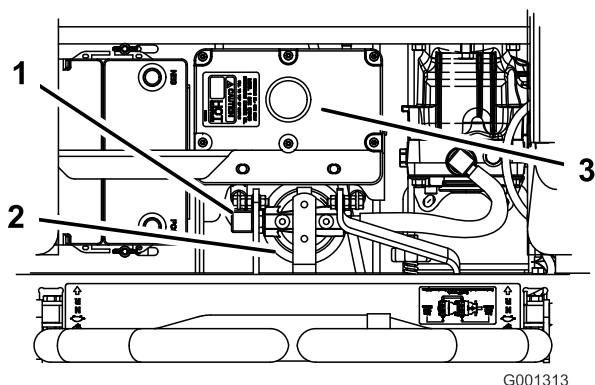

Bild 100
4. Nehmen Sie den rechten Hydraulikschlauch ab, der im Adapter endet (Bild 100).
6. Befestigen Sie die rechte Hydraulikleitung am Adapter (Bild 100).